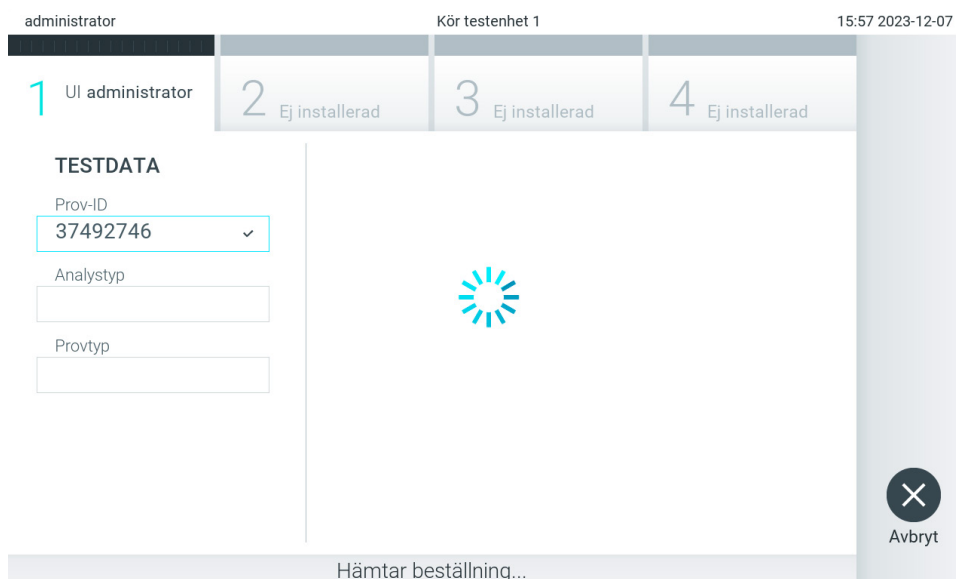

Bild 86. Skärm under hämtning av testbeställning.
3. Prov-ID:t kommer att skickas till värden. Medan QIAstat-Dx Analyzer 2.0 väntar på en testbeställning visas meddelandet "Getting order..." (Hämtar beställning...) (bild 86).